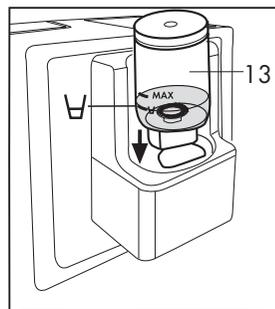

Abb. 12
• Geben Sie die Milch in den Becher und füllen Sie ihn bis zu der gewünschten  Tassenanzahl auf. Setzen Sie den Mixer (13) richtig in seinen Sitz ein, drücken Sie die Taste (C) und warten Sie bis die Zubereitung beendet ist (**Abb. 12**)
• Drücken Sie die Taste  (G) für die warm aufgeschäumte Milch. Für die kalt aufgeschäumte Milch, drücken Sie die Taste  (G) 2 Sekunden lang. Warten Sie bis die Zubereitung beendet ist.